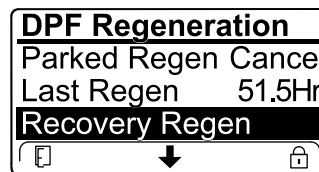

Figura 60
- Se o computador do motor não tiver pedido uma regeneração de recuperação e percorrer a opção **REGENERAÇÃO DE RECUPERAÇÃO**, a regeneração de recuperação bloqueia e o ícone de bloqueio (Figura 60) surge no canto inferior direito do InfoCenter.